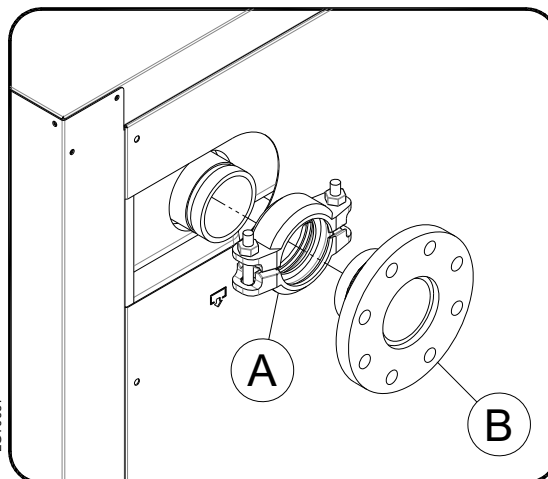

Fig.2
Montageflens (B) en Victaulic® klemverbinding (A) zoals getoond in Fig.2
**Let bijzonder goed op de pakking van de Victaulic® klemverbinding (A) niet te beschadigen.**